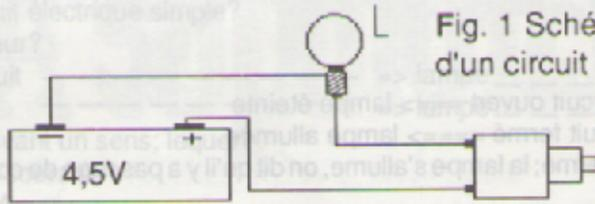
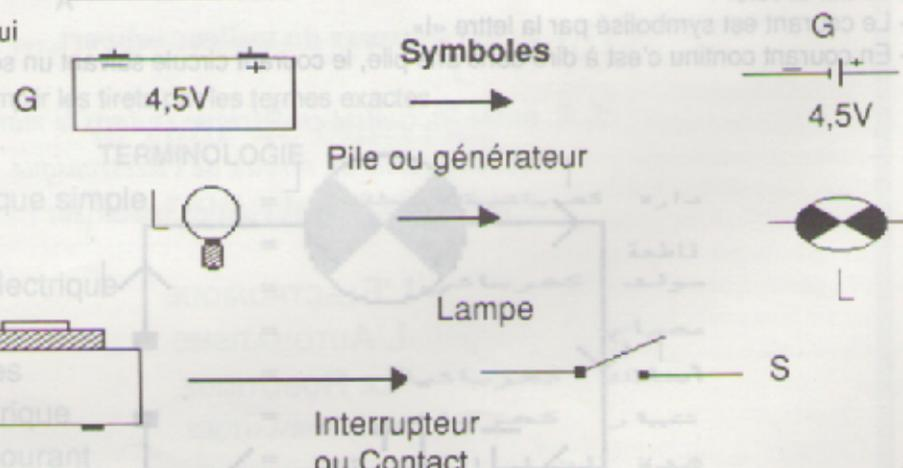

Fig. 1 Schéma de câblage d'un circuit électrique simple
Fig.2 Schéma électrique d'un circuit électrique simple
Le circuit électrique le plus simple est réalisé en (Fig1)
La (Fig.1) nous indique un schéma de câblage qui correspond au schéma électrique de la (Fig.2)
- Le circuit de la (Fig 2) et (Fig 4) est appelé circuit ouvert
Réaliser le montage de la (Fig 1)